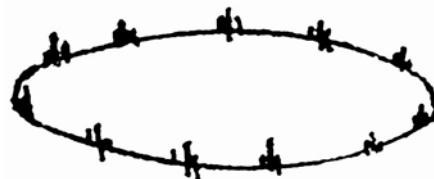

图 16
(12) 电动机干扰 (图 16)，波形特征：放电波形沿椭圆基线均匀分布，每单组号呈“山”字形。原因：带换向器的电动机，如电扇、电吹风机运转时的干扰。